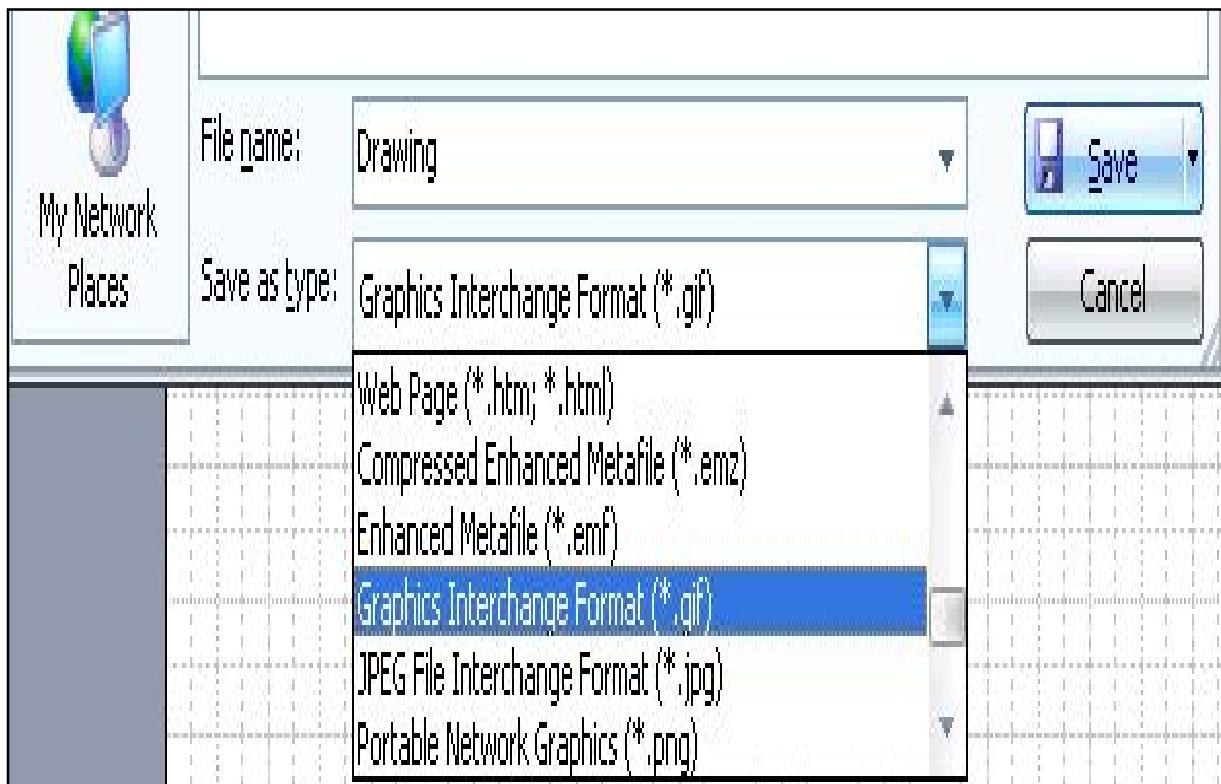

Рис. 63. Выбор форматов файлов
- 2) в формате *.gif - в диалоговом окне «Сохранение» в поле “Save as type:” выбрать тип файла Graphics Interchange Format (*.gif), рисунок 63: